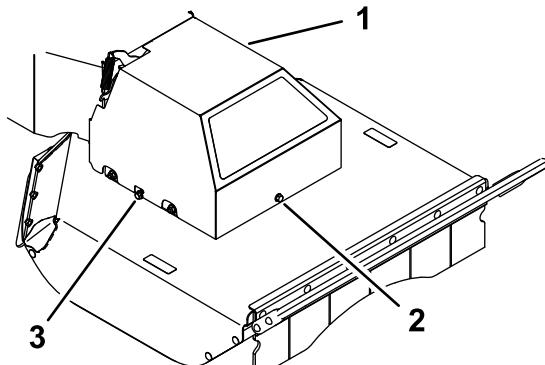

Figura 31
- Afloje los pernos del lado izquierdo y derecho unas vueltas y afloje el perno delantero hasta que la cubierta quede suelta (Figura 31).
- luego apriete ambos pernos laterales (Figura 31).